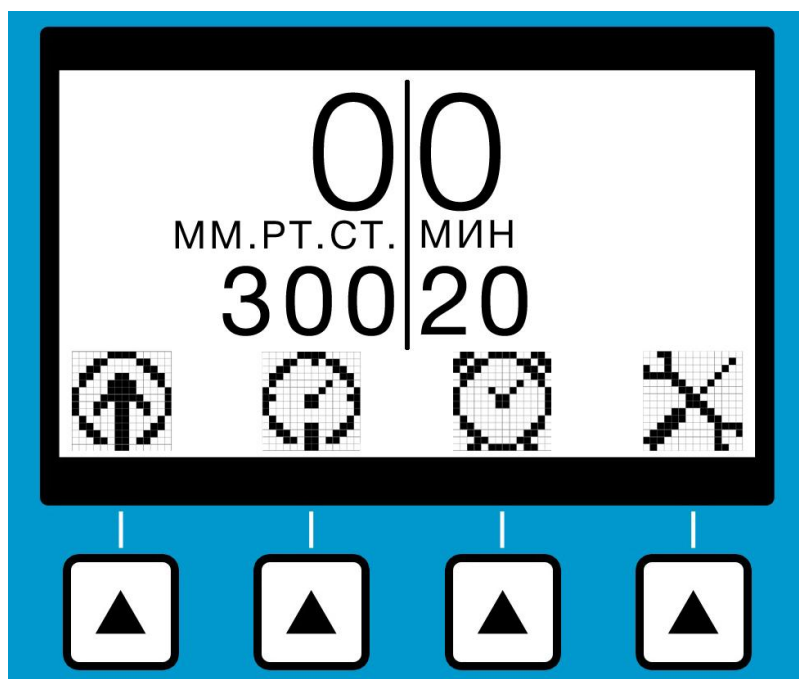

Рисунок 2. Основные элементы на дисплее, где изображено текущее и выбранное давление, прошедшее и оставшееся время таймера и символы управления.
3.1.4. Включить выключатель питания. Если после автоматической проверки прибор вывел сообщения «Техническая ошибка! Попробовать снова?» или «Замените компрессор», то действовать в соответствии с пунктами 3.2.2 или 3.2.3 из раздела 3.2. Если проверка пройдена успешно, то на дисплее отобразится главное меню (см. рис. 2).
5. После появления изображения главного меню (см. рис. 2), отпустить трубку манжеты.